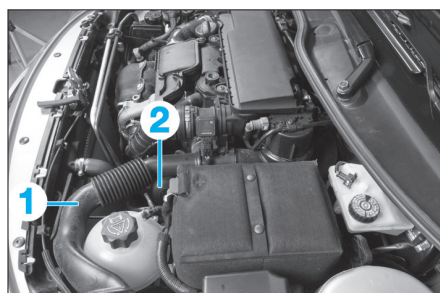

Fig. 17
- le manchon d'aspiration de la boîte à air (1) (Fig.17),
- le bouchon du filtre à huile (2).